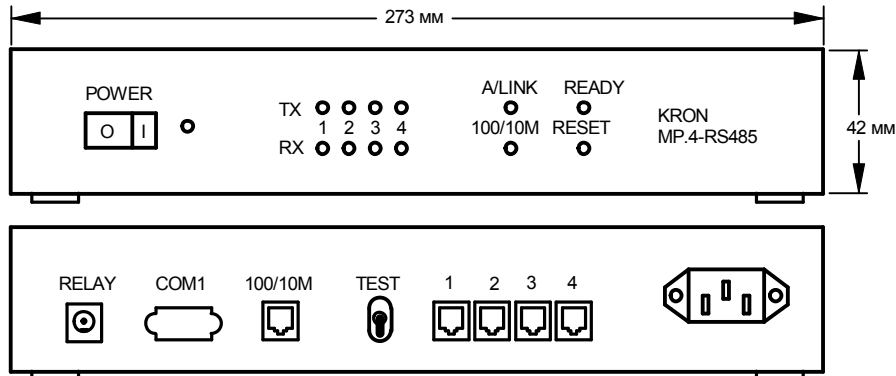

Рис.1 Внешний вид контроллеров MP.4-xxxx-0x.
5.1.1 MP-контроллер выполнен в металлическом корпусе. Внешний вид MP-контроллеров различных исполнений приведен на рис.1,2,3.